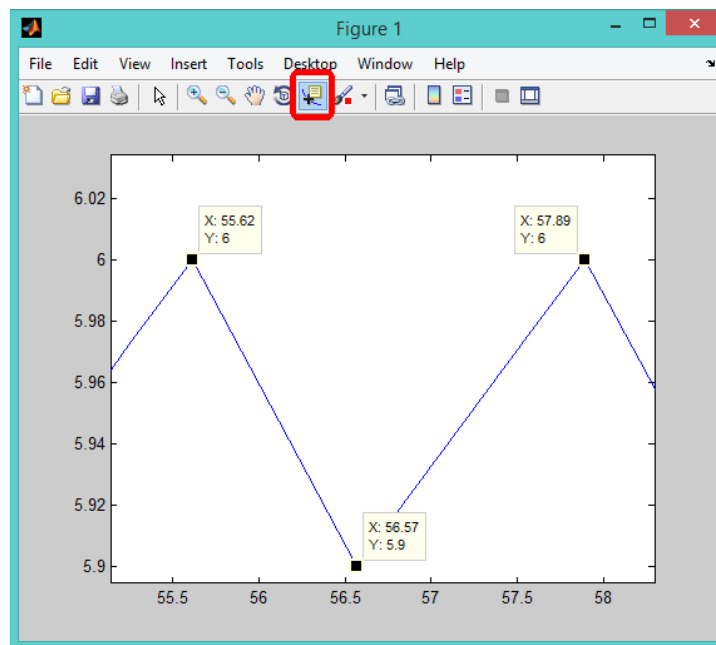

Figura 8.7. Cálculo de amplitud y período de las oscilaciones por medio de cursores.
8. En la gráfica que se obtiene puede ampliar la parte donde quiere tomar los datos, seleccionar el icono de “Data Cursor” y con Alt + click dar clic sobre los puntos de la gráfica donde se desea fijar los cursores, tal como se muestra en la Figura 8.7. Anote el valor del período y amplitud de las oscilaciones: